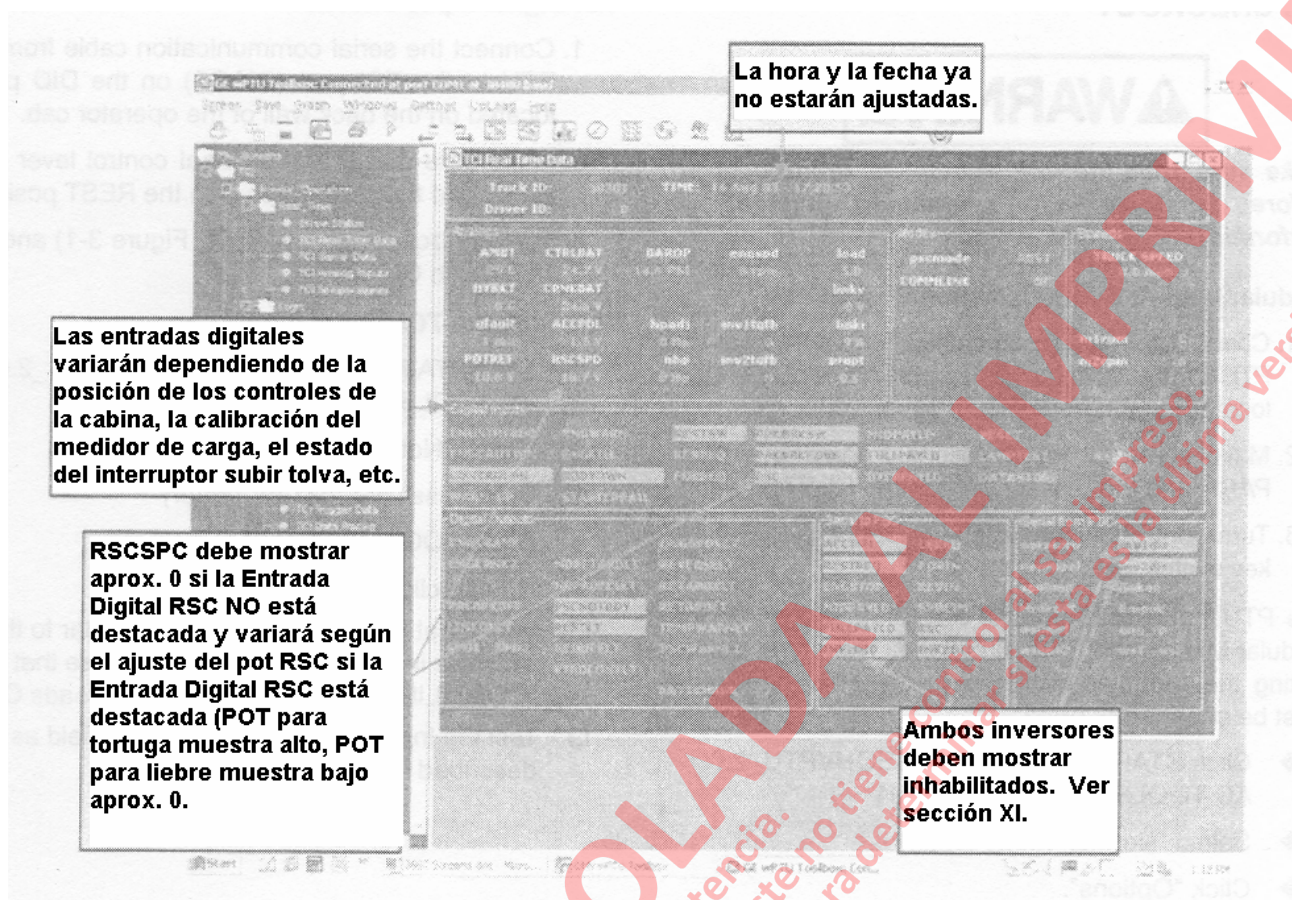

FIGURA 3-7. PANTALLA DE DATOS DE TIEMPO REAL TCI
- Verifique que los valores análogos sean similares al ejemplo de la Figura 3-7. También, asegúrese que la señal "COMMLINK" en "Modes" lea OK..
- ◆ La pantalla "TCI Manual Test" se ve similar a la pantalla "TCI Real Time Data" de la Figura 3-7. Haciendo clic en los botones en el campo "Digital Outputs" activará y desactivará la salida. Ver Tabla V.